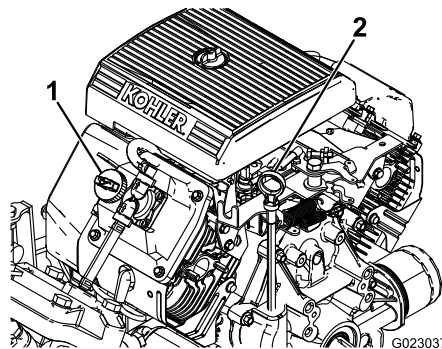

Figure 43
2. Retirez la jauge et essuyez-la sur un chiffon propre (Figure 43). Remettez la jauge dans le tube en l'enfonçant complètement. Sortez de nouveau la jauge et vérifiez le niveau d'huile.
3. Si le niveau d'huile est trop bas, enlevez le bouchon de remplissage du couvre-culasse (Figure 43) et versez la quantité d'huile nécessaire dans l'orifice pour faire monter le niveau jusqu'au repère MAXIMUM sur la jauge. Versez l'huile lentement et vérifiez souvent le niveau durant la procédure. Ne remplissez pas excessivement.
8. Versez lentement environ 80% de la quantité d'huile spécifiée dans le goulot de remplissage (Figure 43).